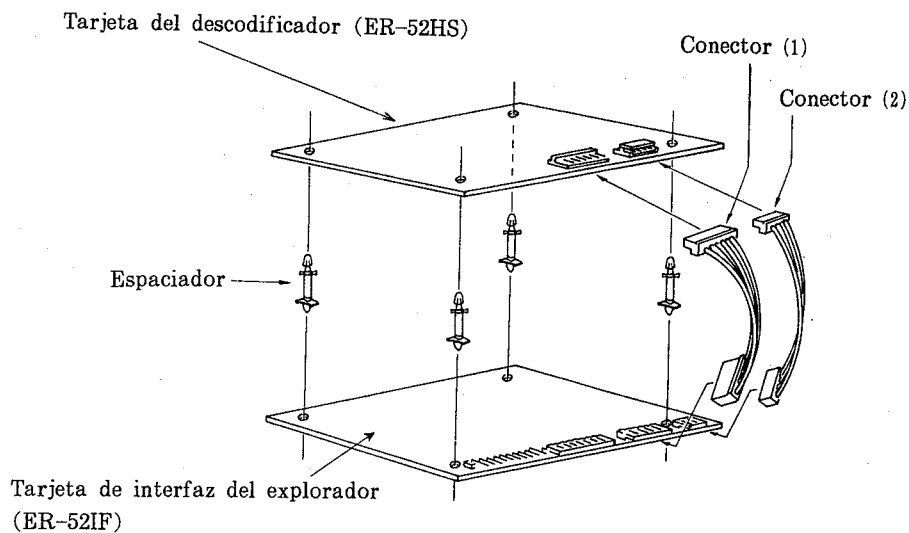
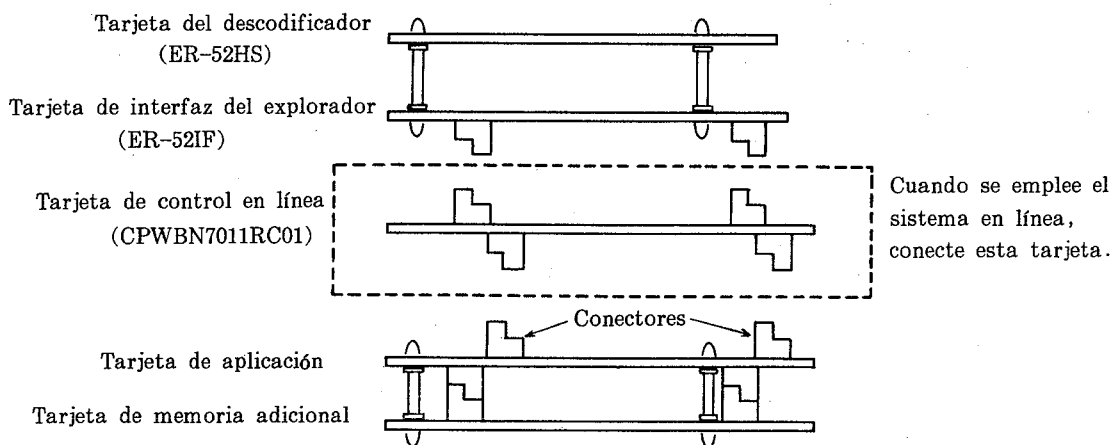

Figura 48
Figura 49
- (3) Acople los espaciadores (4 piezas) a la tarjeta de interfaz del explorador (ER-52IF). (Vea la figura 48.)
- (4) Acople la tarjeta del decodificador a los espaciadores de la tarjeta de interfaz del explorador, y conecte los conectores (1) y (2). (Vea la figura 48 de arriba.)
- (5) Conecte la tarjeta de interfaz del explorador en la tarjeta de aplicación.
- (NOTA) Cuando se emplee el sistema en línea, primero conecte la tarjeta de control en línea (CPWBN7011RC01) en la tarjeta de aplicación, luego conecte la tarjeta de interfaz del explorador en la tarjeta de control en línea. (Vea la figura 49.)